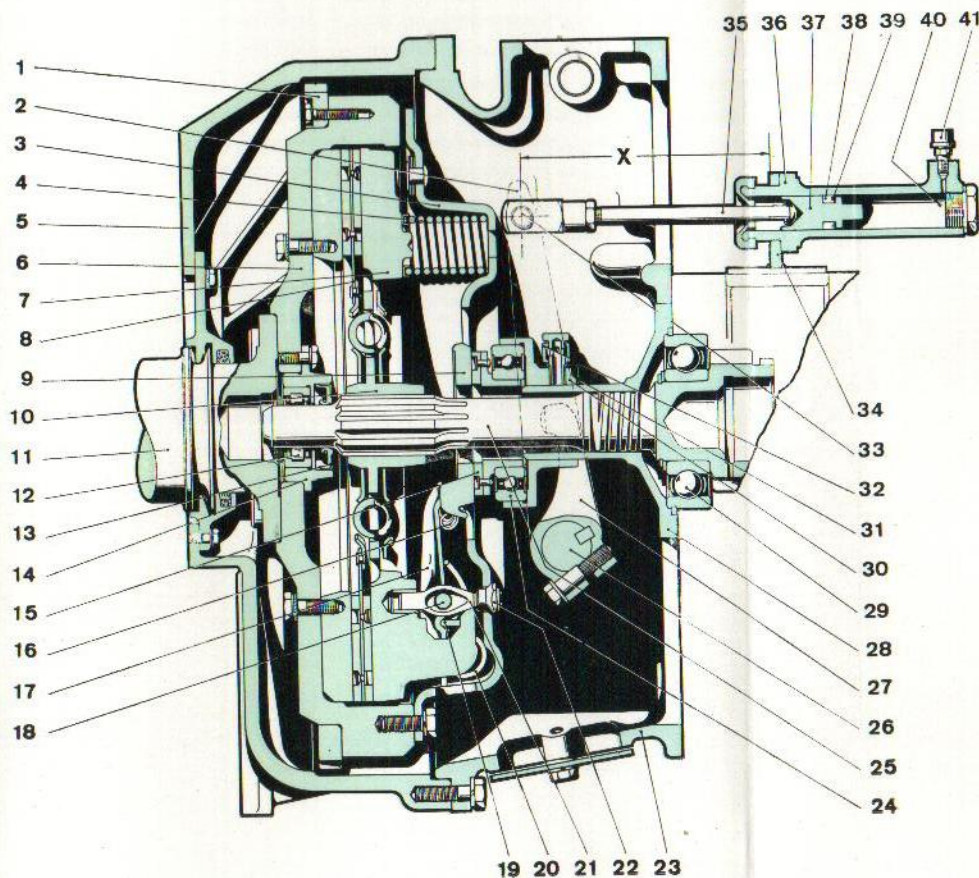

Fig. 4.1. - Embrague «BORG & BECK», de 14"
4.2 DESCRIPCION (fig. 4.1)
- Mando hidráulico:** Se efectúa mediante el pedal de embrague, un cilindro conductor o maestro y otro cilindro conducido o satélite (36). El esfuerzo aplicado al pedal pasa al cilindro conductor y se transmite por la presión del líquido hasta el cilindro satélite.
- Posición normal del embrague:** Se consigue por la presión de los muelles (4) que mantienen fuertemente sujeto el disco (8) entre el volante (6) y el plato de presión (7).
- Posición de desembrague:** En ella, por quedar el disco suelto y no comprimido entre el volante y el plato de presión, queda interrumpida la transmisión del par motor. En efecto, al pisar el pedal del embrague la presión resultante en la tubería hidráulica actúa sobre el cilindro satélite, el cual, por la palanca (2) y la horquilla de desembrague (27), empuja a su vez hacia adelante el conjunto del rodamiento de desembrague (24) y del plato de fricción (15), cuyo desplazamiento por el movimiento basculante de los cuatro balancines sobre unos pasadores levanta el plato de presión (7), quedando suelto el disco (8) y, por tanto, desembragado el acoplamiento.
- 2.º **Reposición de forros por desgaste:** Viene indicada por la posición de la palanca de desembrague con relación a un punto de referencia determinado por la distancia X (fig. 4.1) entre la cara del soporte del cilindro satélite y el centro del pasador de la palanca. Esta distancia, que con forros nuevos debe ser de 144 mm., con forros desgastados puede alcanzar 92 mm. **Nunca dejar que llegue a ser inferior a los citados 92 mm.** Cuando se acerca a este valor, renovar los forros.
El orificio de admisión (40, fig. 4.1) está conectado, por medio de un tubo, al adaptador y racor de salida del cilindro-maestro, de manera que la presión hidráulica formada en éste, al apretar el pedal de embrague, se transmite al cilindro satélite y, actuando a través del émbolo (37) y de la varilla de empuje (35), funciona la palanca de mando desembrague (2) para al fin poner en acción a éste.